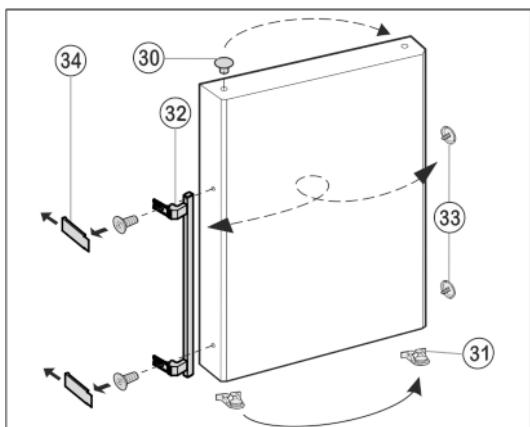

Fig. 10
- Извлеките пробку Fig. 10 (30) из опорной втулки дверцы и переставьте.
- Снимите и переставьте на противоположную сторону дверную ручку Fig. 10 (32), пробку Fig. 10 (33) и прижимные пластины\* Fig. 10 (34).